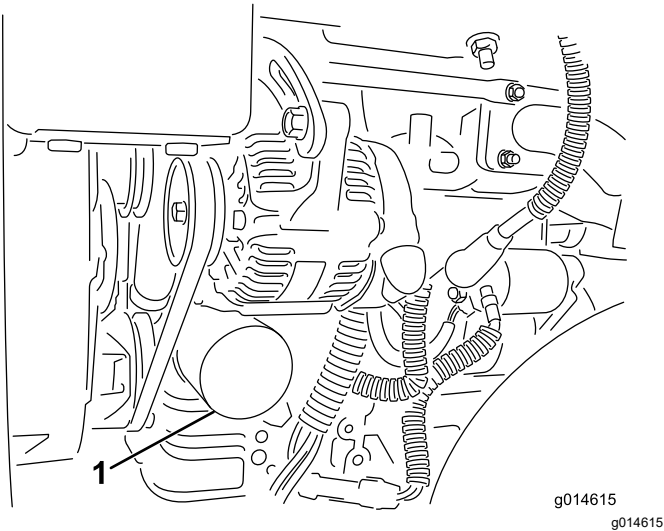

图 35
2. 拆下机油滤芯 图 35。在新的滤芯垫片上涂上薄薄一层干净油。